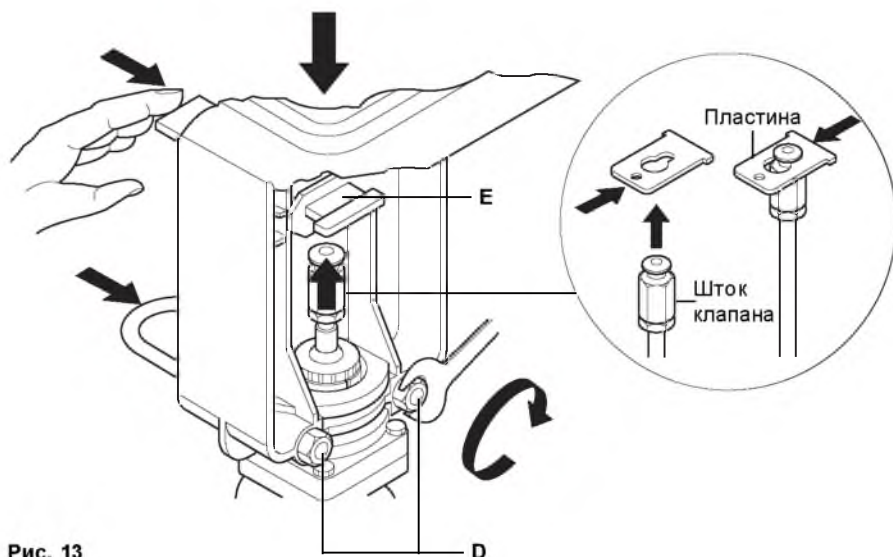

Рис. 13
Ослабьте гайки U-образного болта (D) и расположите привод над втулкой переходника. Нажмите на подпружиненную пластину (E) и заведите конец втулки в пластину. Отпустите пластину, которая должна зафиксировать втулку. Затяните гайки U-образного болта (D) усилием 4 Нм (см. Рис. 13).